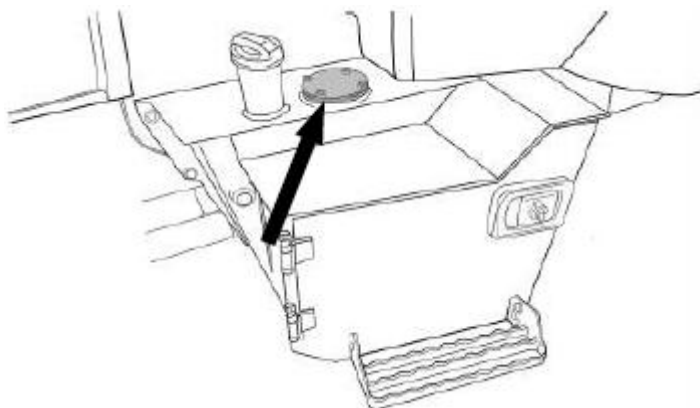

Рисунок 5.18 Обратный фильтр
- ▶ Снимите фильтрующий элемент открутив крепеж см. рис. 5.18